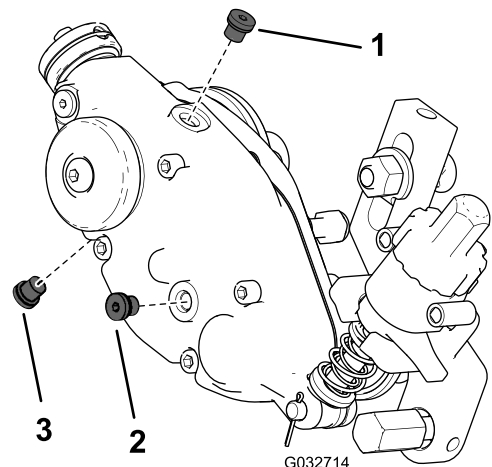

Figura 22
2. Retire el tapón de vaciado en la parte inferior de la carcasa (Figura 22).
3. Retire el tapón de nivel en el lateral de la carcasa para crear un orificio de ventilación y mejorar el vaciado del aceite (Figura 22).
7. Retire el tapón de llenado en la parte superior de la carcasa (Figura 22).